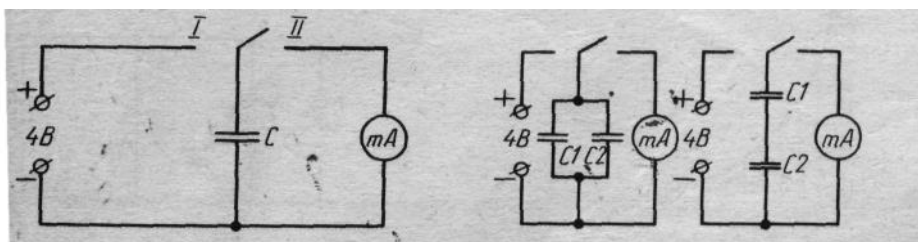

Рис. 14.
2. Складіть електричне коло за схемою, яку зображено на рис.14, ввімкнувши в нього джерело постійного струму, конденсатор відомої ємності, гальванометр і однополюсний перемикач.
1. Два конденсатори відомої ємності ввімкніть у коло спочатку паралельно, а потім послідовно (рис. 14) і визначте в обох випадках їх загальну ємність описаним вище способом.